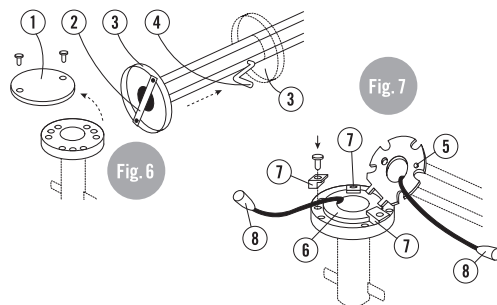

Fig. 7
- Oter la barrette d'arrêt (2) du pied du mât et pousser l'anneau de serrage (3) jusqu'au-dessus du trou de la manivelle (4). Le caler contre le mât et le bloquer en introduisant la manivelle.
- Oter la vis de sécurité (5), soulever la rondelle à charnière (6) et placer sur la douille à enfonceur (Fig. 7).
- Serrer la rondelle à charnière avec le système d'arrêt de rotation (7) sur la douille de sol. Utiliser les trous taraudés au milieu.
- Pour les parasols avec installation électrique, relier les connecteurs (8). Placer le câble dans la douille.